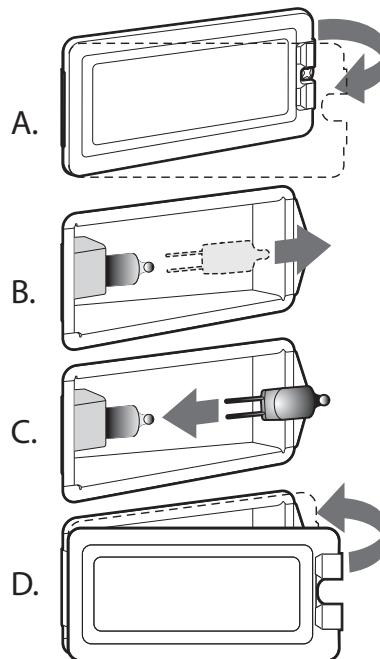

Figure 34 : Emplacement de l'ouverture
- Insérez la pointe d'un tournevis plat entre l'attache de fixation et le boîtier de la lampe (Figure 34, A).
- Enlevez le couvercle de la lentille de verre et l'attache de fixation (Figure 34, B).
- Ne touchez pas au verre de la nouvelle ampoule de remplacement avec vos doigts, sans quoi elle ne fonctionnera pas lorsque vous l'allumerez. Prenez l'ampoule de remplacement avec un linge sec et propre. Localisez les deux fentes du support de céramique en y poussant doucement les deux broches de l'ampoule (Figure 34, C).
- Rallumez le disjoncteur (Figure 34, D).